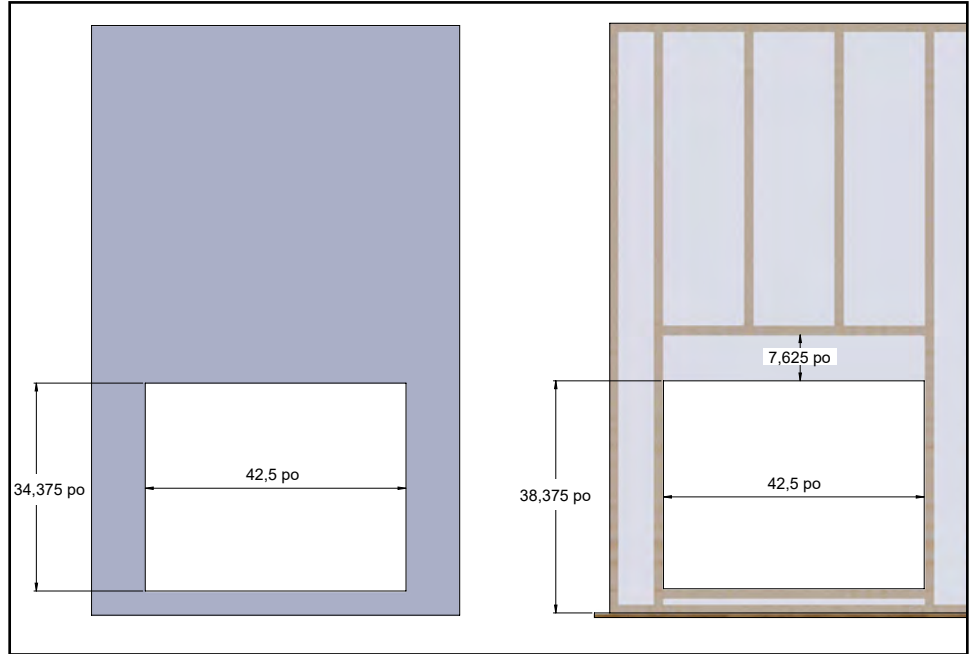

Figure 16.0.02
Étape 1 : Installez le matériau de façade. Voir la **Figure 16.0.02** pour les dimensions du matériau de façade.